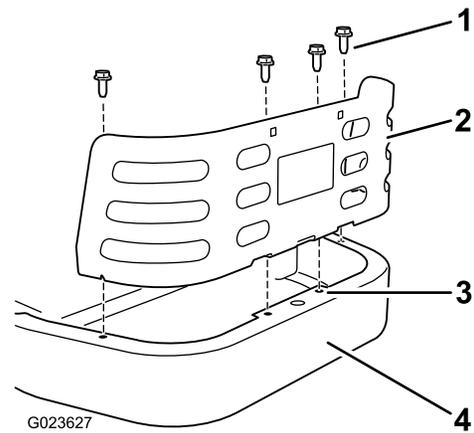

Figure 10
3. Montez la protection du moteur sur le cadre, derrière le moteur (Figure 10). Alignez les trous dans les languettes du déflecteur sur les trous existant dans le cadre arrière.
4. Fixez le déflecteur au cadre avec quatre vis autotaraudeuses (5/16 x 3/4 po) comme montré à la Figure 10.